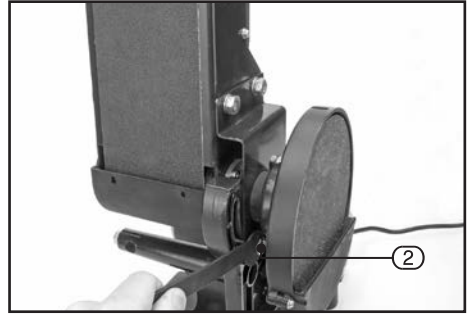

FIG.9
8.7 VERTICAL BELT USE - FIG. 9